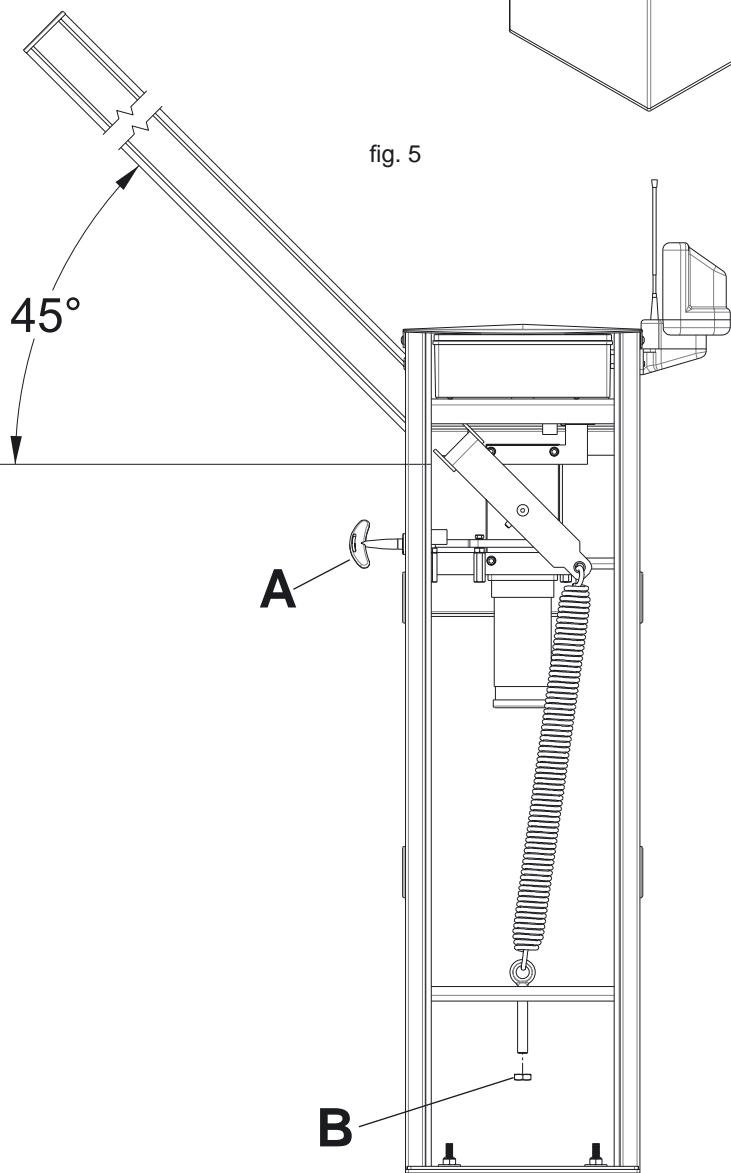

fig. 6
Abb. 6: die manuelle Entriegelung (A) betätigen; einen Sicherheitsabstand halten. Der Schrankenbaum muss von allein auf 45° gehen, andernfalls die Federspannung (B) mit Hilfe der Stellmutter betätigen (19er Inbusschlüssel). Den Schrankenbaum senken und loslassen. Prüfen, dass er auf 45° steht.